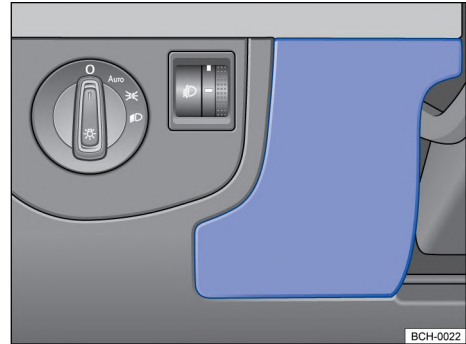

Fig. 169 Del lado del conductor en el panel de instrumentos: cubierta de la caja de fusibles.
- Sostener la cubierta de la caja de fusibles → **fig. 169** y tirarla hacia adelante.